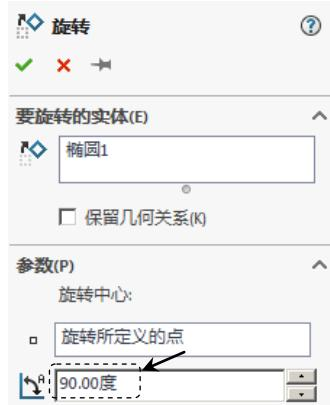

图 4.7.30 “旋转”对话框
Step3. 选择命令。选择下拉菜单 **工具(T)** → **草图工具(I)** →  **旋转(R)...** 命令(或在“草图”工具栏中单击  按钮)，系统弹出如图 4.7.30 所示的“旋转”对话框。